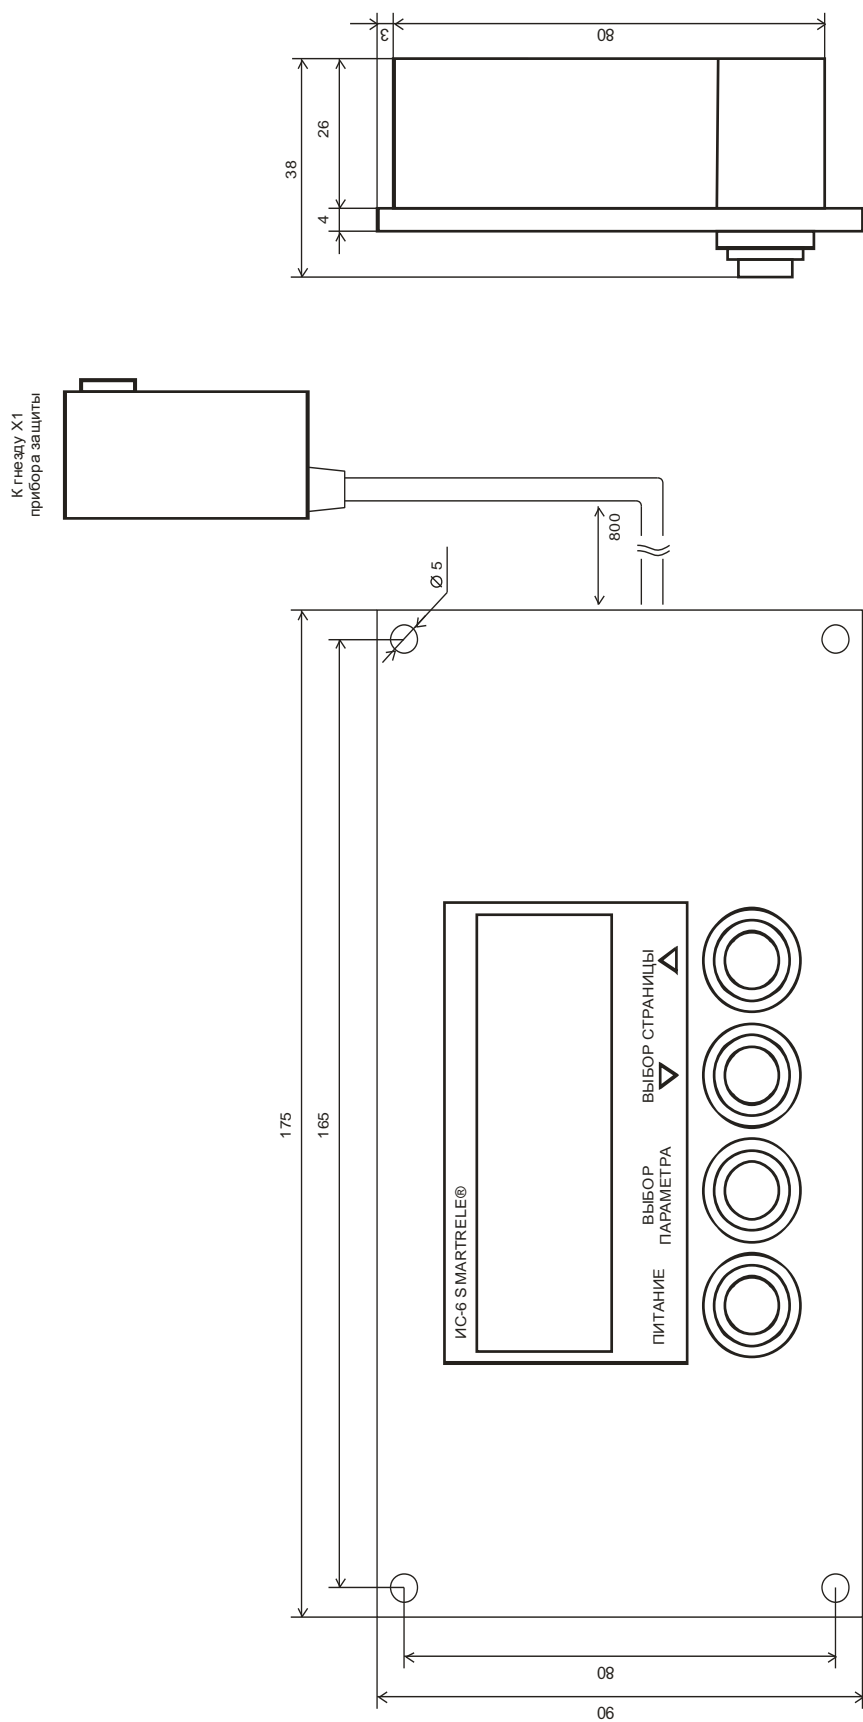

Рисунок 4 – Внешний вид и схема подключения индикатора сигнального ИС6
2.7 Модуль ИС6 (Индикатор сигнальный ИС6 OLED) (рис.4) представляет собой панель с расположенными на ней дисплеем и кнопками управления. Модуль обеспечивает программирование и считывание информации прибора защиты. Модуль предназначен для установки на электрический щит (шкаф, место оператора).